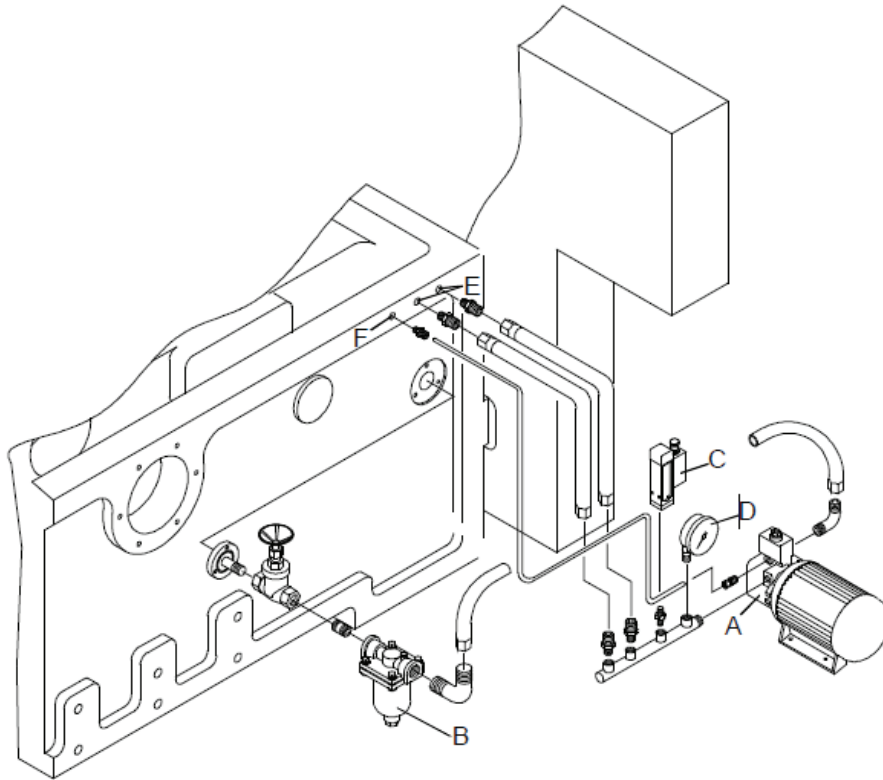

Fig.11.2
2. Sistema de Bomba de Lubricación (Fig.11.2)